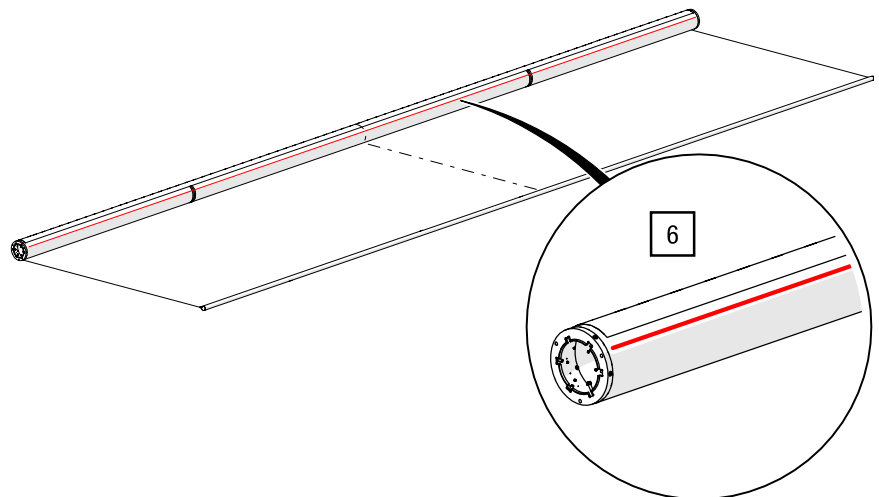

Abb. 25: Behang Montieren – Markierung mit Schlagseil achsparallel hinzufügen
6. Markieren Sie das CFK-Rohr mit einer Schlagschnur achsparallel und legen Sie es im Abstand von 0,5 m zur Behangoberkante (siehe Abb. 25).